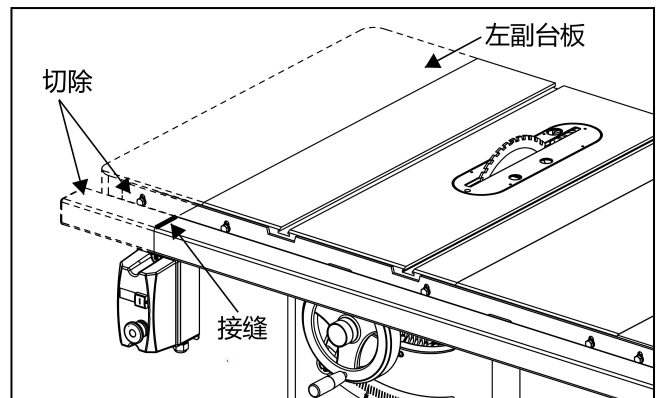

图 7
方法二：找到主台板和左副台板的接缝（如果没有安装副台板的话，找到主台板的左侧边）。分别在前导轨、后导轨、和导向管距离接缝（或者侧边）右边 1/4" (6.35mm) 处做上标记。锯下导轨端部，如图 7，（这是最快和最简单的方法）。
4. 如果您的台锯上的开关是安装在左侧，如图 7 所示，您需要将开关安装到滑台的底部或者其他位置。滑台底部预留有安装孔，能够满足本说明书中所列出的台锯产品的安装需要。